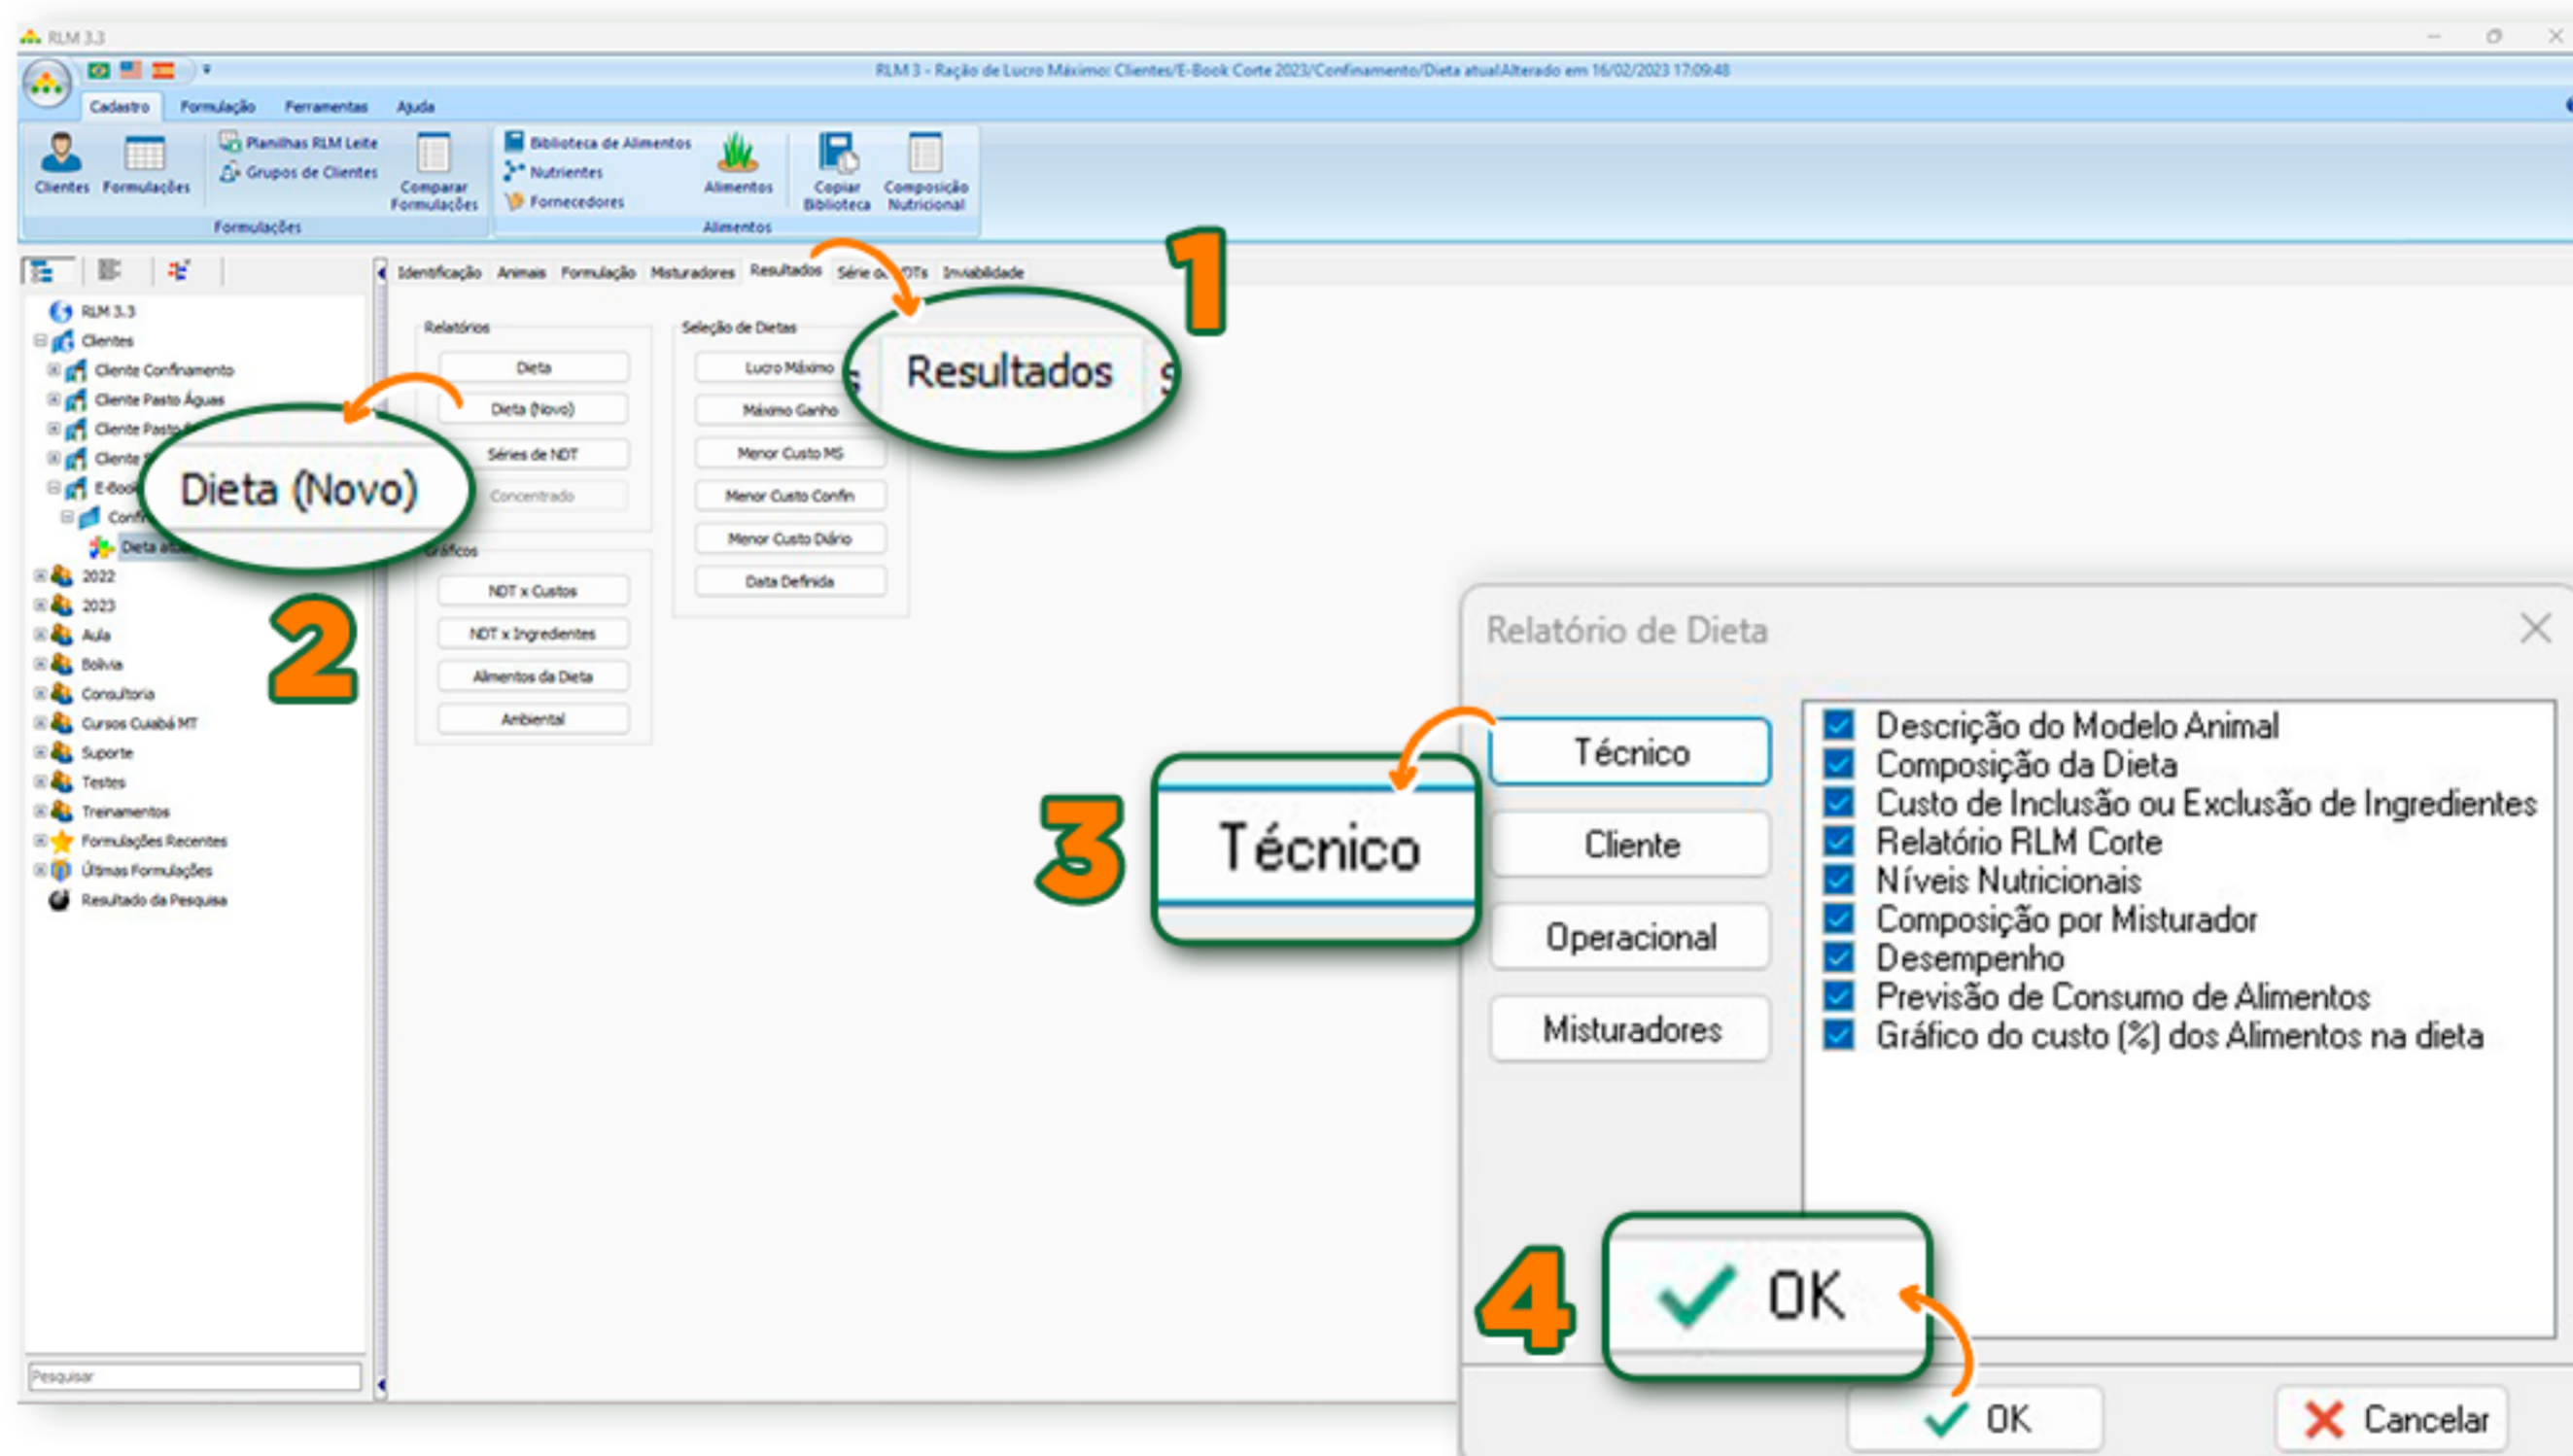

FIGURA 1.15 - VISUALIZAÇÃO DE RELATÓRIO
Para uma análise mais detalhada, vamos visualizar o relatório gerado pelo programa (Figura 1.15). Para isso, clique em “Resultados” (1) e, na seção de relatório, escolha a opção “Dieta Novo” (2).